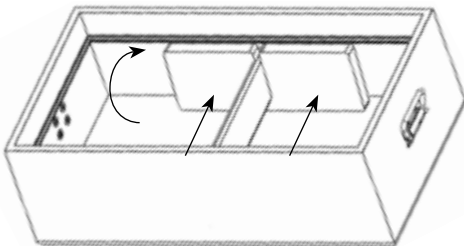

Figure 25
4. Une fois que l'encoche dans l'entretoise en mousse est alignée sous la barre en bois, faites-la pivoter à 90 degrés vers la verticale et poussez-la contre la paroi en bois. Voir figure 25